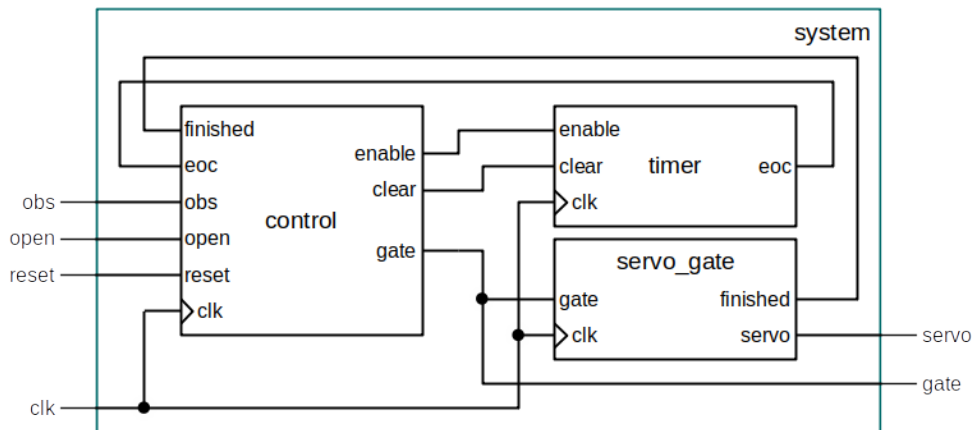

Figura 2: Sistema digital completo.
Internamente el sistema se compone de tres módulos interconectados, según la Figura 2.
- **system:** este módulo resulta de la interconexión de los módulos anteriores, como se muestra en la Figura 2.
El esquema del sistema completo ya se presentó en la Figura 2.